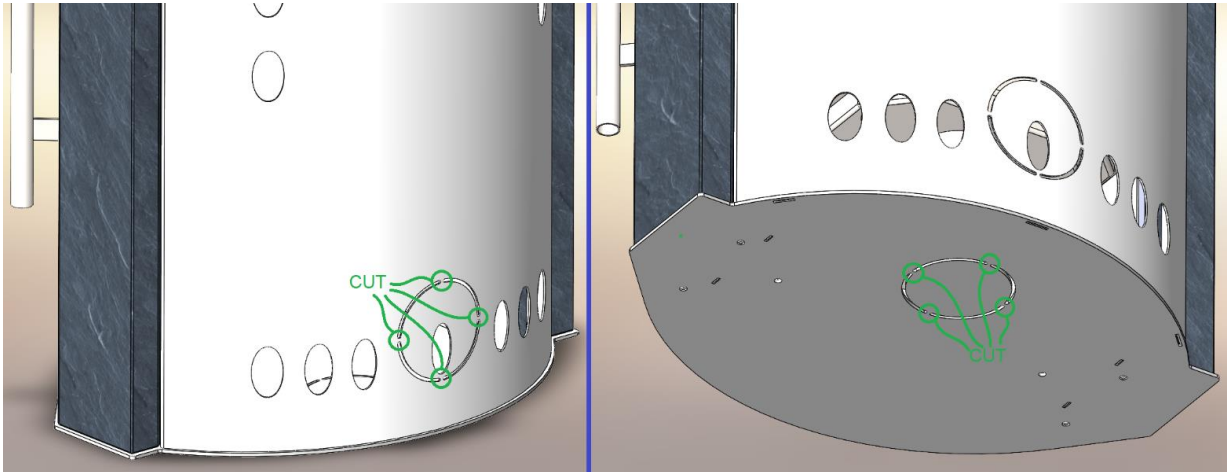

Abbildung 3 Schneiden von Mikrofugen für die Außenluftzufuhr an der Rückseite / am Boden
4. Abbildung 3 Schneiden der Mikrofugen für die Außenluftzufuhr an der Rückseite/am Boden	Seite 6
Der Kamin bietet die Möglichkeit, eine externe Luftzufuhr anzuschließen. Dafür wird ein flexibles Aluminiumrohr mit einem inneren Durchmesser von  $\text{Ø}150$  und eine entsprechende Schelle benötigt. Die externe Luftzufuhr wird empfohlen, wenn sich der Kamin unter ungünstigen Betriebsbedingungen befindet (Tabelle 3), sowie zur Steigerung der Effizienz (Für einen ordnungsgemäßen Betrieb des Kamins ist eine Luftzufuhr erforderlich. Wenn Raumluft verwendet wird, muss das Fenster häufiger geöffnet werden). Die Anschlussdarstellung an die externe Luftzufuhr ist in Abbildung 3. und 4. zu sehen. Der Anschluss kann durch den Boden des Raumes oder durch die Wand erfolgen.